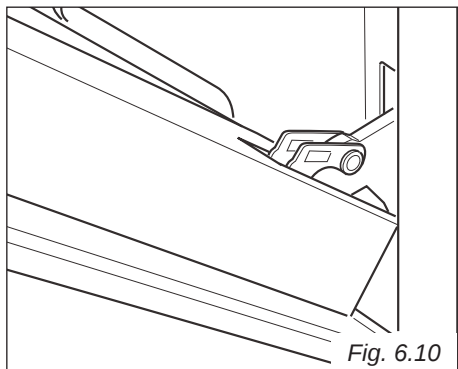
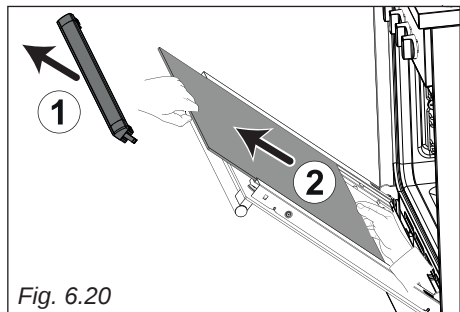
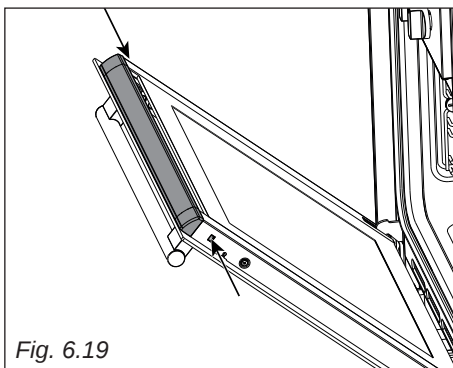

Fig. 6.10
Fig. 6.20
Fig. 6.19
- Refermez doucement la porte (fig. 6.10) jusqu'à ce que les leviers "A" des charnières gauche et droite s'accrochent sur la partie "B" de la porte (fig. 6.19).
- Appuyer sur les deux languettes pour décrocher le support supérieur (flèche en figure 6.19), puis enlever doucement le support (flèche 1 in figure 6.20).
- Sortez en douceur la vitre intérieure (flèche 2 in figure 6.20).